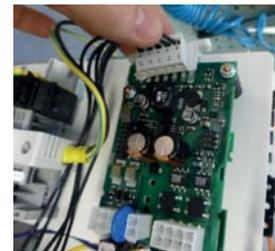

Рис. 4.а
- отсоедините разъем Lumberg (см. РИС. 4.а) на плате контроллера;
- подсоедините разъем Lumberg (см. рис. 4.а) на плате контроллера правильной стороной;
Когда увлажнитель выключен (контакт дистанционного управления разомкнут, см. рис. 4.d), на дисплее поочередно показывается надпись "--" и главное окно (светодиод: дежурный режим). Если на дисплее высвечивается надпись "---", значит, потеряно соединение между терминалом и увлажнителем и необходимо проверить соединительный кабель. Если проблема осталась, обращайтесь в службу поддержки.